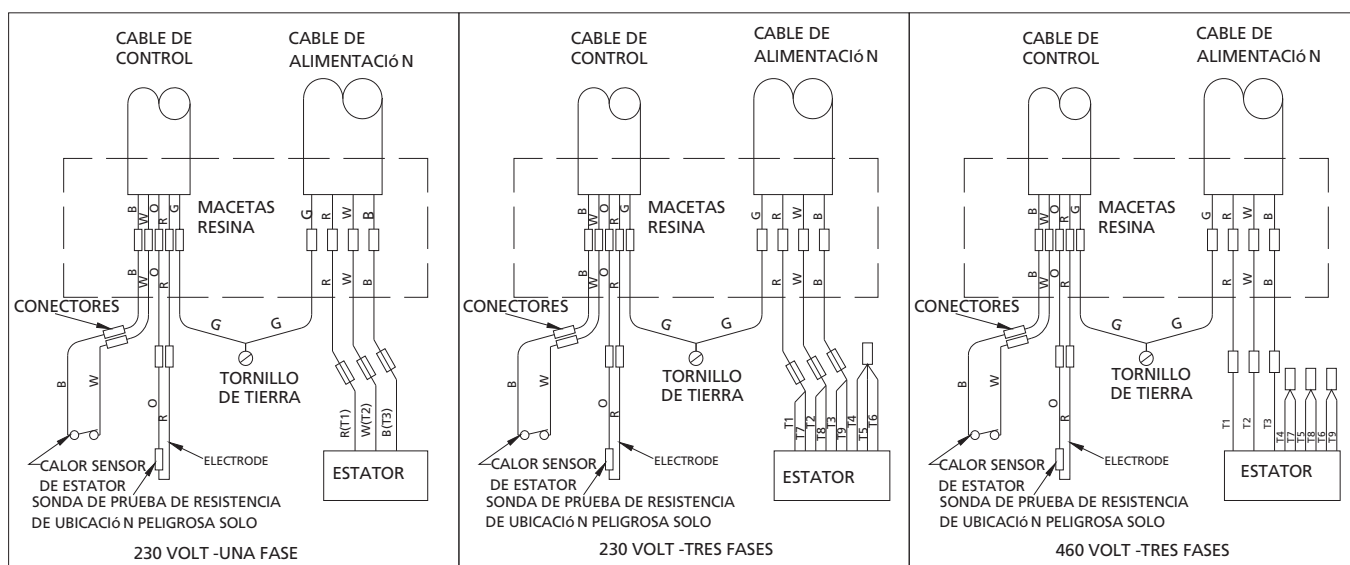

Figura 4
De una fase sola, los cables de color blanco y negro se conectan a los terminales de dos líneas y el rojo se conecta al terminal de la bobina de arranque. El verde es para la tierra y debe estar conectado a una tierra fuera buena. (vea Figura 4 en la página 9).
El cable de control dispone de 5 conductores: negro, blanco, rojo, amarillo y verde. Blanco y negro se conectan a los terminales del sensor de calor, rojo y amarillo se conectan a los terminales de sello fracaso, y el verde se conecta a la tierra en el panel de control. (vea Figura 4 en la página 7).
5. Si el motor debe ser reconectado, consulte el diagrama de cableado en la Figura 4.